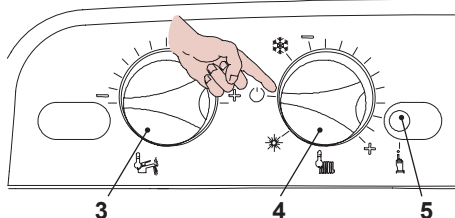

Fig. 6.8
- Spegnere la caldaia portando il selettore di funzione 4 sulla posizione "OFF" come in Fig. 6.8.